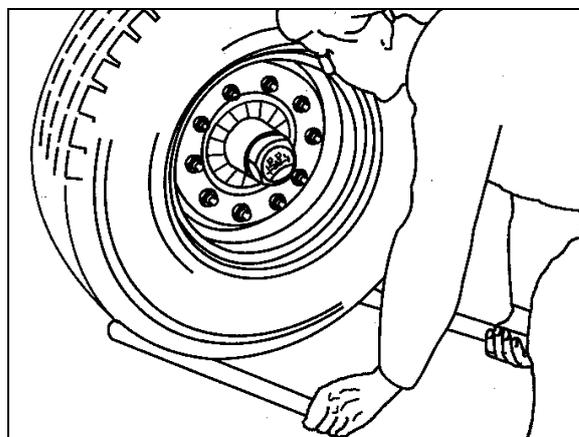

Fig. 84
1. Para comprobar el juego de los cojinetes de los bujes, levantar el eje hasta que los neumáticos queden libres (Fig. 84).